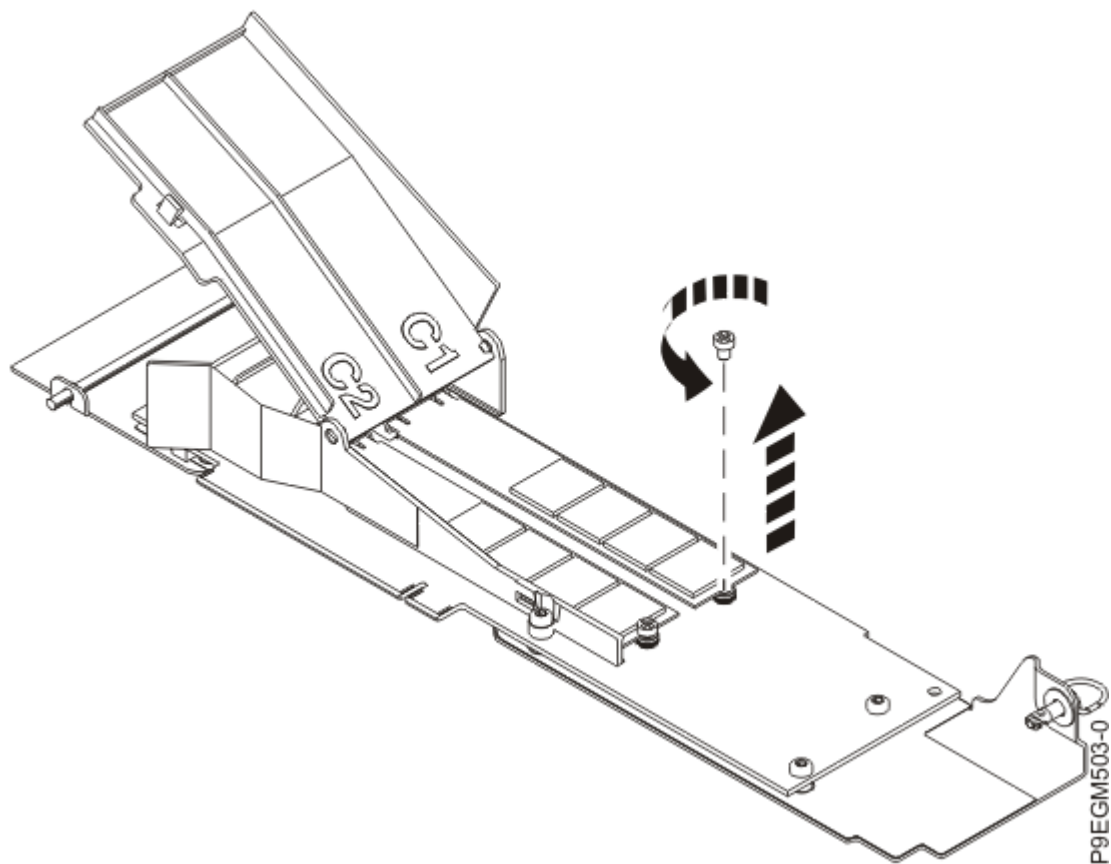

Figura 16. Desatornillado del módulo flash de la tarjeta portadora NVMe M.2
- b) Utilizando un destornillador de estrella, afloje el tornillo del módulo flash NVMe M.2. Consulte la Figura 16 en la página 22.